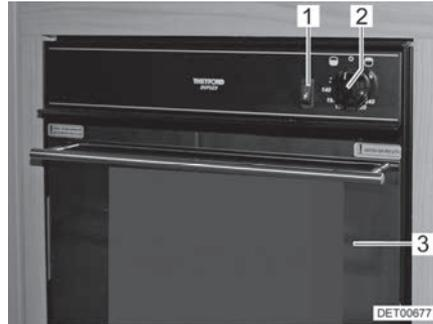
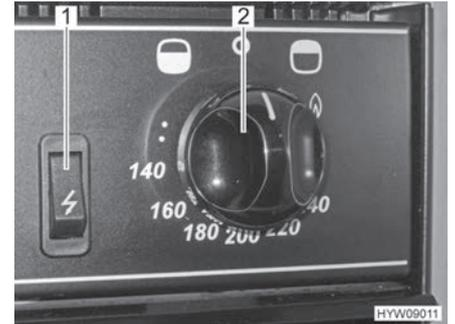

Bild 101 Gasbackofen mit Grill
Bild 102 Bedienelemente (Gasbackofen mit Grill)
- Backofenklappe (Bild 101,3) ganz öffnen.
- Drehregler (Bild 101,2 und Bild 102,2) drücken und entgegen dem Uhrzeigersinn (in Richtung Backofen-Symbol "☼") auf maximale Einstellung stellen.
- Drehregler (Bild 101,2 und Bild 102,2) drücken und 5 bis 10 Sekunden lang gedrückt halten. Es strömt Gas zum Brenner.
- Zündschalter (Bild 101,1 und Bild 102,1) so lange drücken, bis die Flamme brennt.
- Drehregler (Bild 101,2 und Bild 102,2) drücken und im Uhrzeigersinn (in Richtung Grill-Symbol "☼") auf das Flammensymbol stellen.
- Drehregler (Bild 101,2 und Bild 102,2) auf "O" drehen. Die Flamme erlischt.